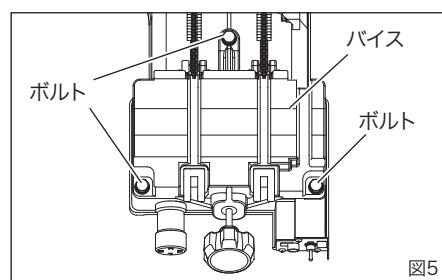
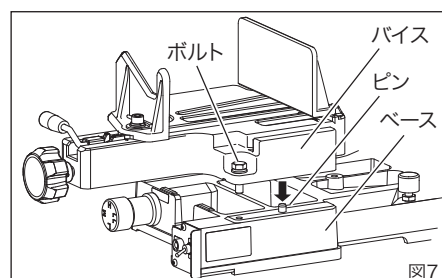

図5
図7
1. バイス交換（図5～図7）
- ① ボルト3ヶ所を緩め、ボルト、ワッシャを取り外してください。（図5）
- ③ ベースのピンとバイスのピン穴を合わせながらベースにセットしてください。（図7）
- ④ ボルトを締め付けてください。